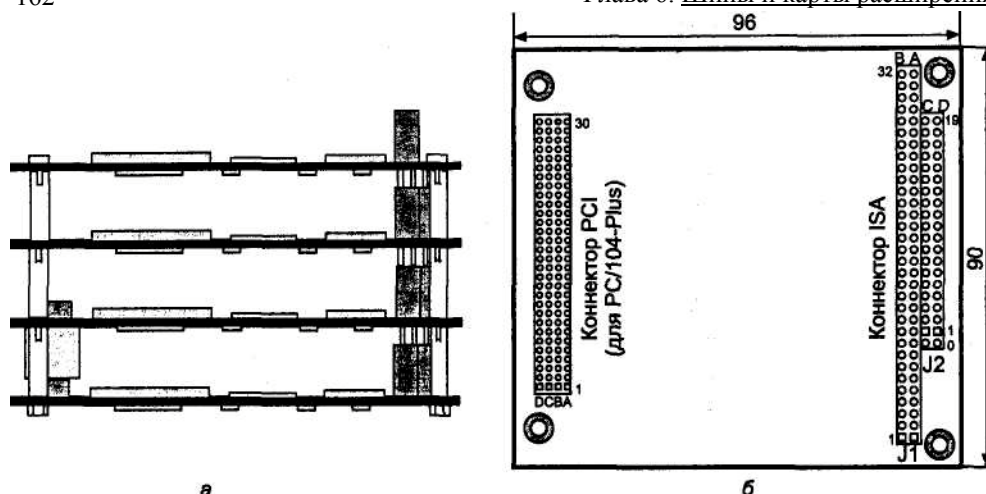

Рис. 6.4. Компьютер с шиной PC/104: а — стопка плат, б — расположение системных коннекторов
Вид платы PC/104 приведен на рис. 6.4, назначение контактов дано в табл. 6.5 и 6.6. Плата компьютера с шиной PC/104 имеет *разъемы-розетки*. Плата расширения имеет *вилку* PC/104, которая вставляется в плату контроллера. Кроме вилки на плате расширения может присутствовать и розетка PC/104 (коннектор двусторонний), так что можно собрать «бутерброд» из нескольких плат (рис. 6.4, а). Для предотвращения неправильного соединения у розеток в позициях В10 и С19 нет ни контактов, ни отверстий; у вилок в этих позициях штырек отсутствует. Если плат более трех, то сверху «бутерброда» устанавливают терминатор. Для фиксации плат стандартизовано расположение крепежных отверстий. Платы скрепляются четырьмя несущими стоечками высотой 0,6" (или длинными винтами с втулками). Отметим особенности коннекторов! — коннектор шины ISA-8, J2 — его расширение до ISA-16; эти коннекторы обычно имеют дюймовый шаг контактов (2,54 мм), но могут встречаться и метрические, с шагом 2,5 мм (они взаимно несовместимы!). Обратим внимание и на специфическую нумерацию рядов контактов В, А, С, D и номеров контактов (у J2 нумерация начинается с нуля, нулевые контакты не используются).
С широким использованием процессоров Pentium и следующих моделей в модуль ввели еще и шину PCI, так появился стандарт PC/104-Plus (именно такая карта показана на рис. 6.4). Трехрядный коннектор PCI имеет метрический шаг контактов 2 мм. Платы микрокомпьютеров с шинами PC/104 могут иметь и краевые разъемы ISA, PCI или комбинированный; с их помощью контроллеры подключаются к пассивной кросс-плате, в которую устанавливаются карты расширения (ISA, PCI) обычного (PC) конструктива.